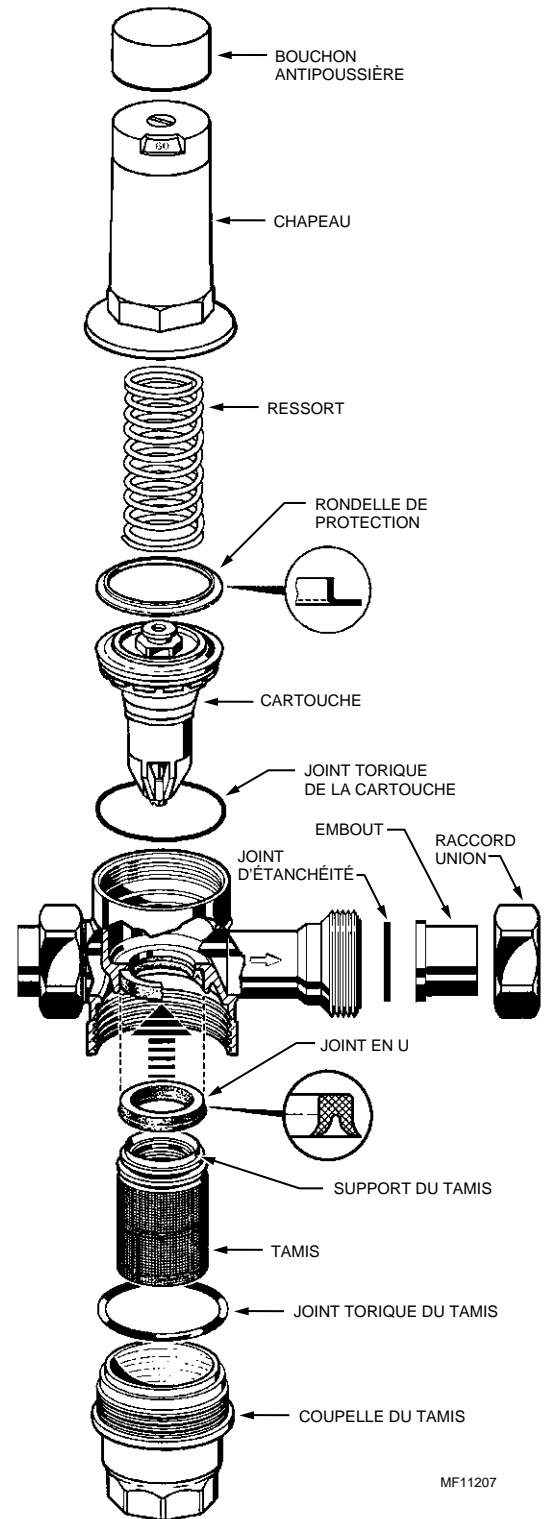

Fig. 7. Pièces internes.
8. Remettre en place le joint en U en le plaçant sur le support du tamis et en fixant le tout en place. Le joint en U s'ouvre et doit faire face au support du tamis (Fig. 7). Remettre le tamis en place sur le support de tamis.